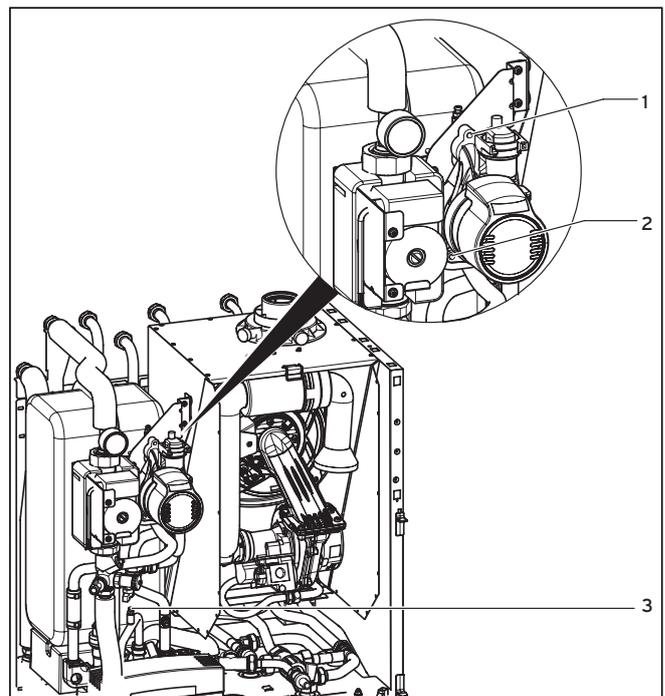

Abb. 8.11 Pumpe ausbauen
- Schließen Sie einen Schlauch am Speicher-Entleerungshahn (1) an, führen Sie das freie Ende des Schlauchs an eine geeignete Abflussstelle und öffnen Sie den Hahn.
- Öffnen Sie den Entlüftungsrippel (3) am Rohr zwischen Pumpe und Sekundär-Wärmetauscher, damit das Gerät vollständig entleert wird, siehe Abbildung 8.11.